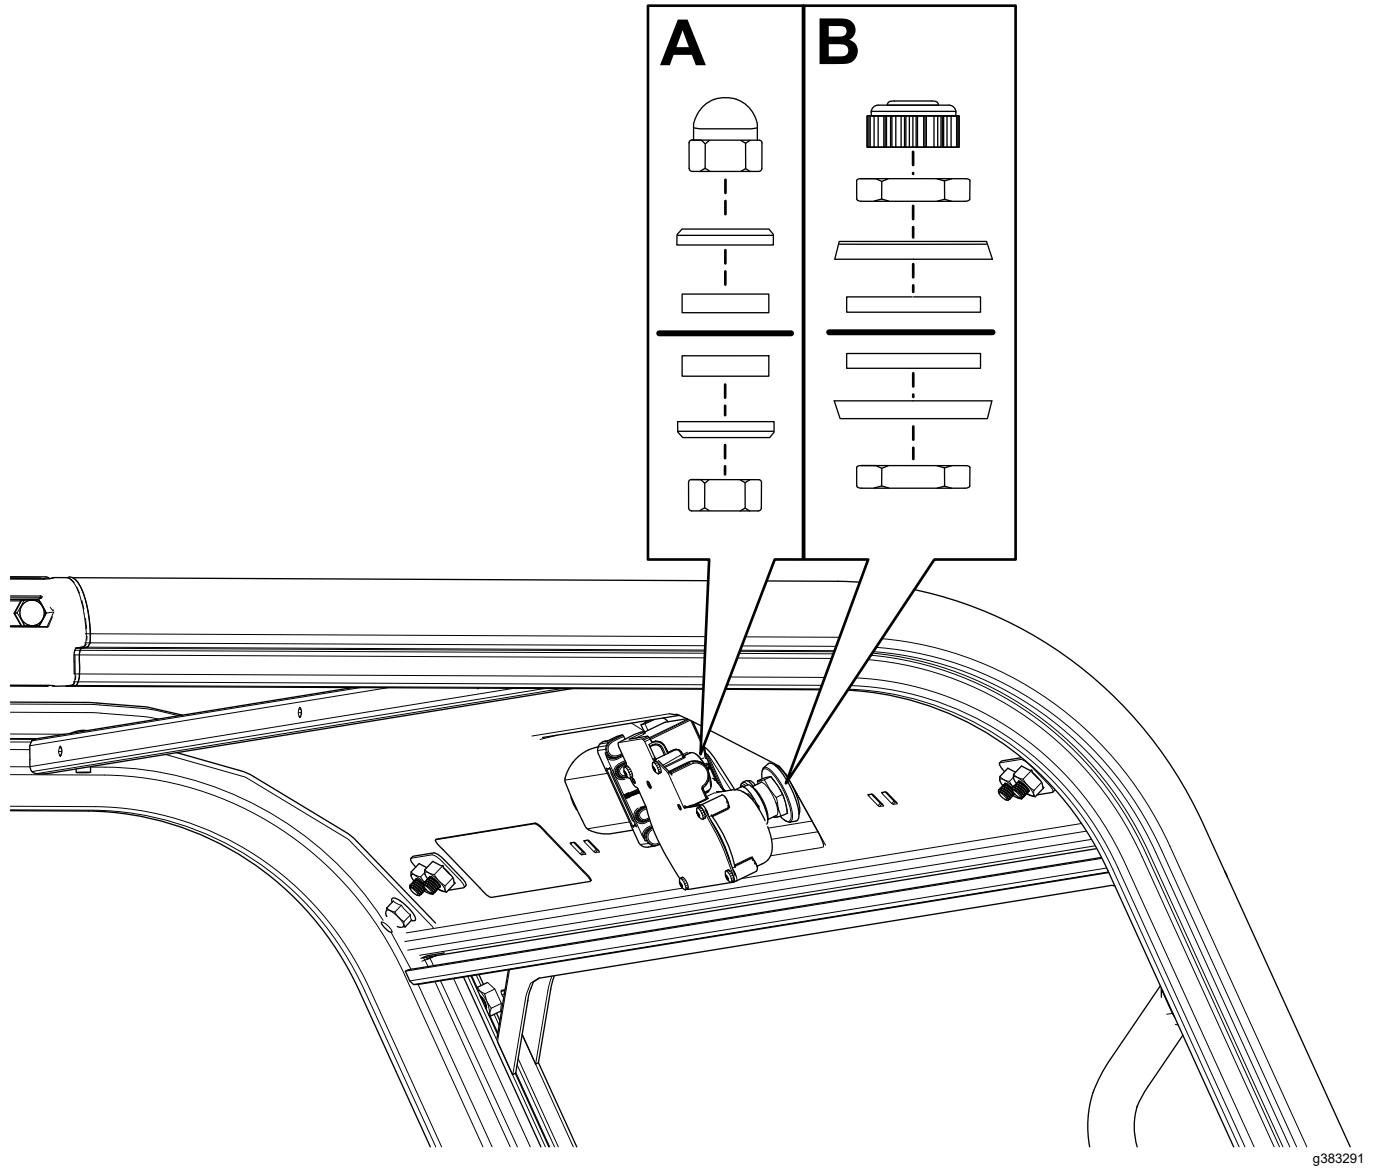

Figure 8
- Fixez le moteur d'essuie-glace sur la barre transversale avant de l'arceau de sécurité à l'aide des fixations fournies avec le moteur (Figure 8).
La barre transversale est représentée par une ligne continue noire dans les encadrés A et B de la Figure 8.